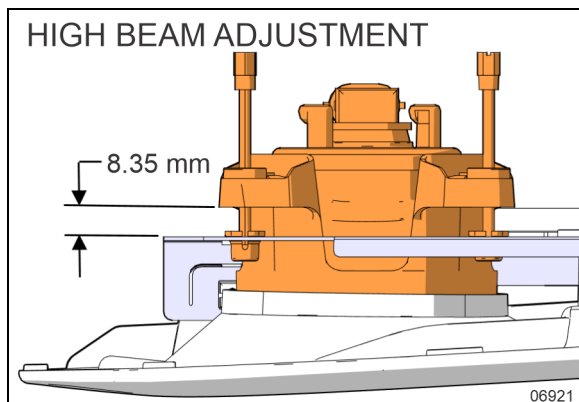
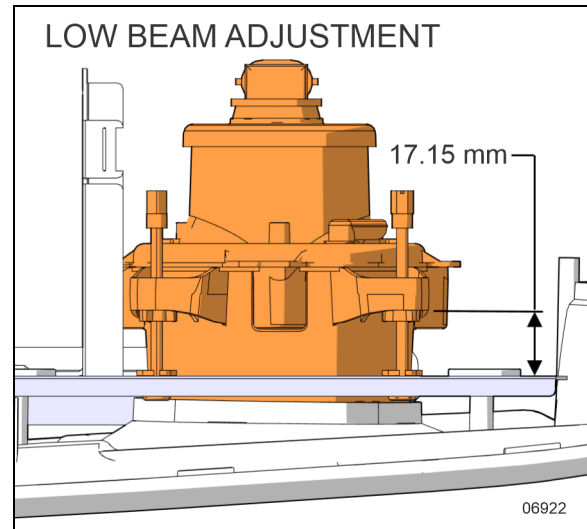

FIGURA 76: AJUSTE DE LUZ ALTA
FIGURA 77: AJUSTE DE LUZ BAJA
9. Ajuste la altura del módulo del faro en relación con el soporte de metal en cada varilla roscada. Atornille las varillas roscadas hasta que la altura del módulo del faro alcance los valores mostrados en Figura 76 y Figura 77.